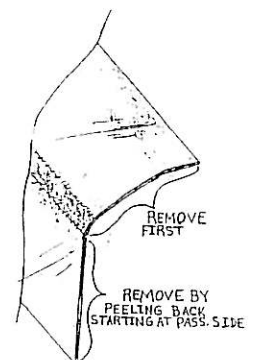

FIG 6.1
**STEP 6. TAKE LOWER FRAME OVERLAY PC (#1D) & REMOVE RED TAPE BACKING FROM TOP AREA ONLY. (SEE FIG 6.1) PULL BACK LOWER LEFT END OF RED TAPE BACKING ABOUT 6 INCHES.**